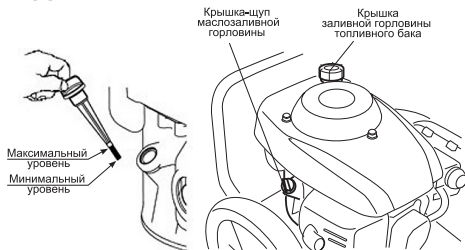

Рис. 4
2. Выкрутите крышку/щуп маслозаливной горловины (Рис.4).